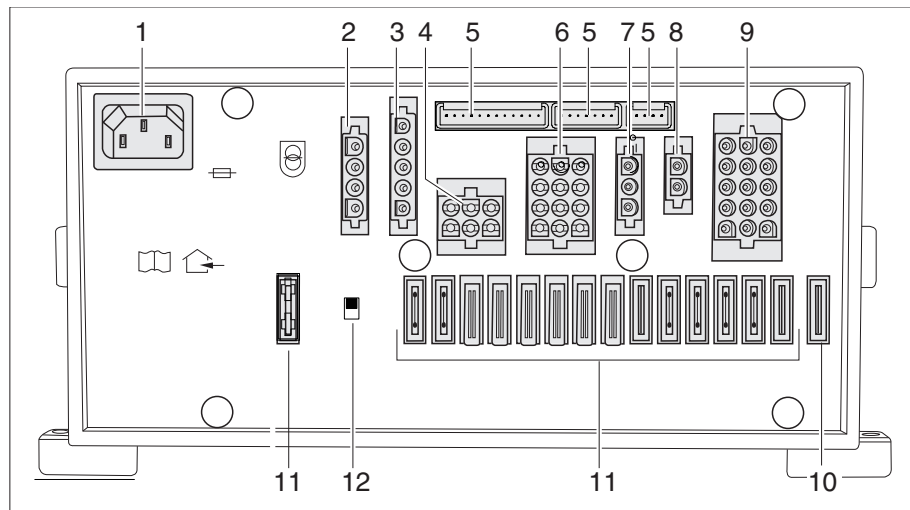

Fig. 240 Bloc électrique (EBL 111)
- ▷ L'interrupteur-séparateur de batterie (Fig. 240,12) coupe du réseau 12 V tous les consommateurs raccordés au bloc électrique.